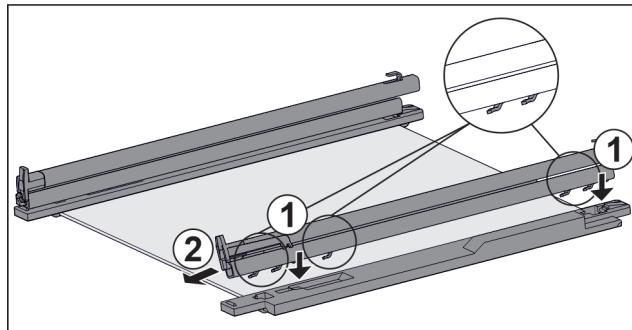

Fig. 130 Стеклянная пластина с направляющими и крепежными элементами
- ▶ Поместите крючки направляющей в отверстия **левого** крепежного элемента. Fig. 130 (1)
- ▶ Потяните направляющую вперед. Fig. 130 (2)
- ▶ Поместите крючки направляющей в отверстия **правого** крепежного элемента. Fig. 130 (1)